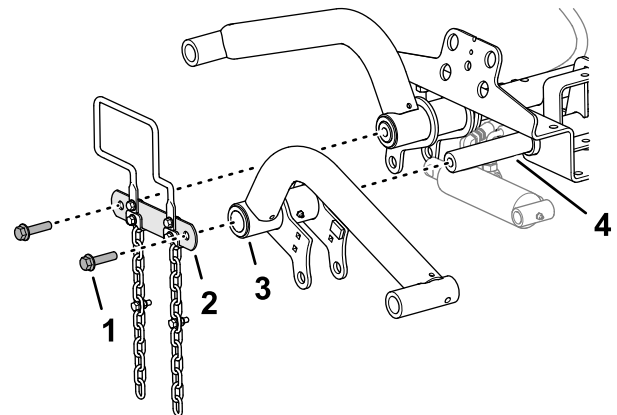

Bild 11
1. Montieren Sie die Hubarme auf die Hubarm-Gelenkwellen, wie in Bild 11 dargestellt.
2. Befestigen Sie die Gelenkwellenverbindung mit den beiden Bundkopfschrauben ($1/2'' \times 2''$), die Sie in Vorbereiten des Einbaus der Hubarme (Seite 18) entfernt haben, an den Gelenkwellen der Hubarme (Bild 11).